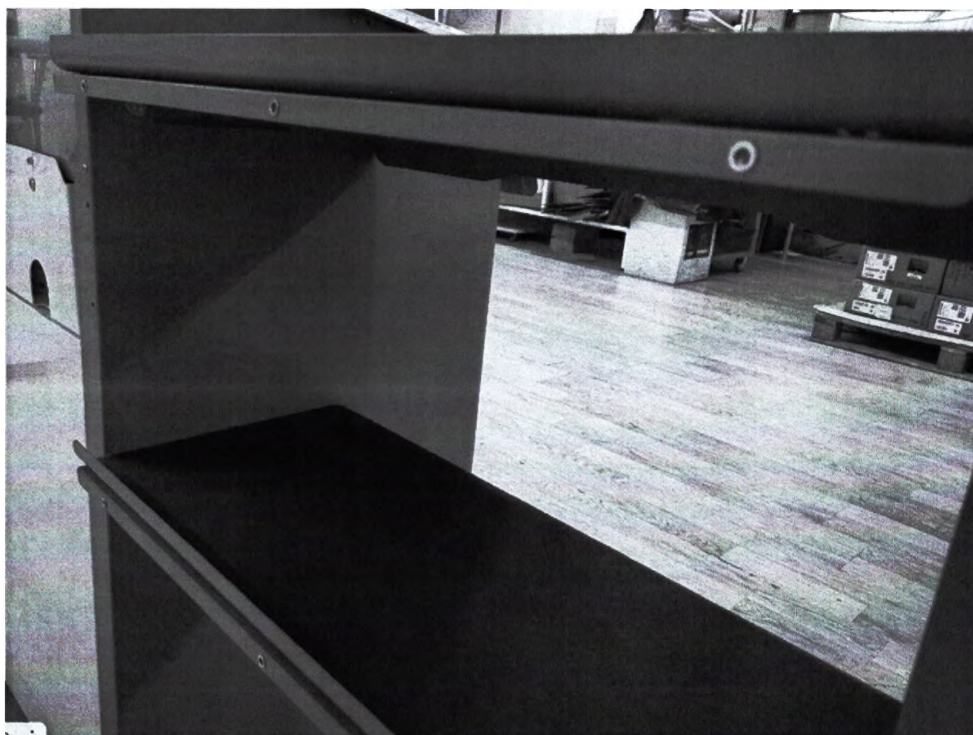

Рис.17
5) Далее установить стенку с помощью 6 винтов М4. (см рис.17 и 18)